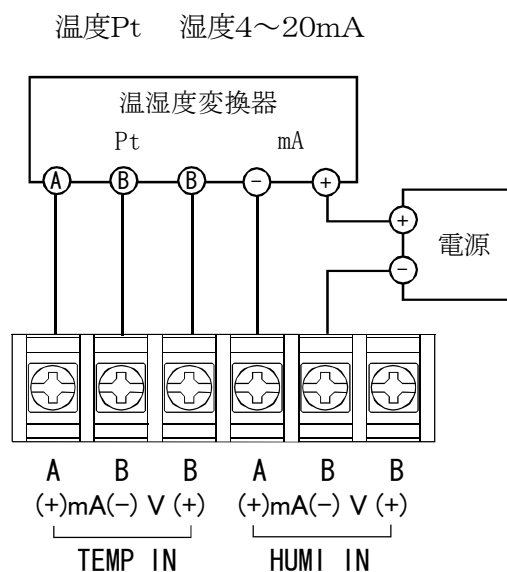

図 1
- マルチ入力としたために、従来のFK製品では可能であった、FK内部電源を使用した変換器回路は、本製品では使用出来ません(図3)。したがって、図1のように外部電源を使用してください。